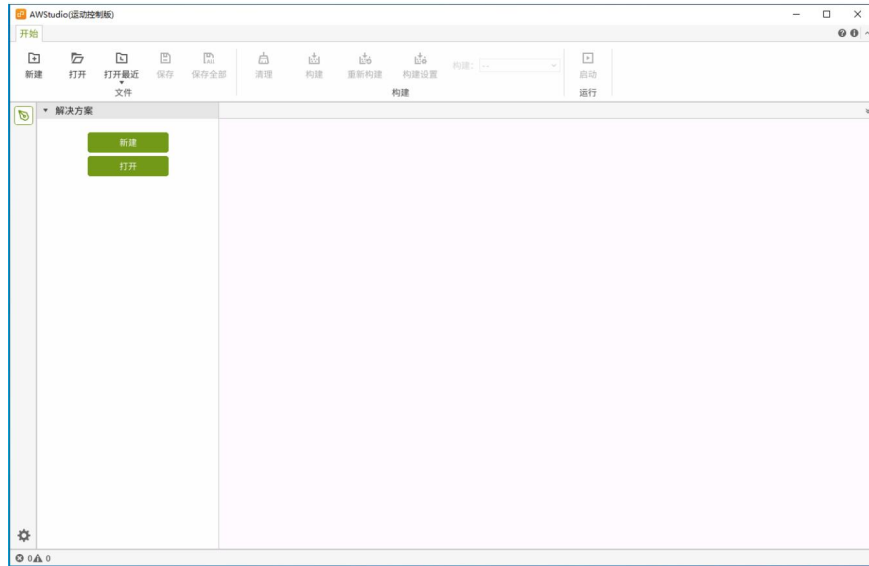

图 3.1 上位机软件
- (1) 个 ZCPC-80801 耦合器模组、1 个 ZMTC-EF1200 步进电机模组、一个小型步进电机、一台 24V 电源。还需要 1 个 ZMB-EF1200-4 分线底板用于连接模组。
- (2) 安装了致远 PCIe-2E 主站卡的 Windows 或 Linux 工控机一台。
- (3) 一台安装了 AWStudio 运动控制版上位机软件的 Windows 电脑，软件如下图 3.1 所示。